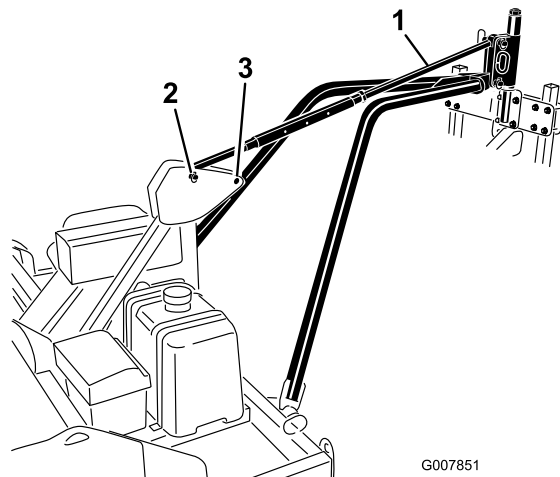

Figura 16
4. Alinee el taladro de la placa de enganche del brazo de tiro con los taladros inferiores del enganche pivotante del aireador (Figura 16).
5. Sujete la placa de enganche del brazo de tiro al enganche pivotante del aireador con un pasador de enganche y un pasador de seguridad (Figura 16).
aireador y el enganche pivotante del bastidor con pasadores de enganche y pasadores de seguridad (Figura 16).